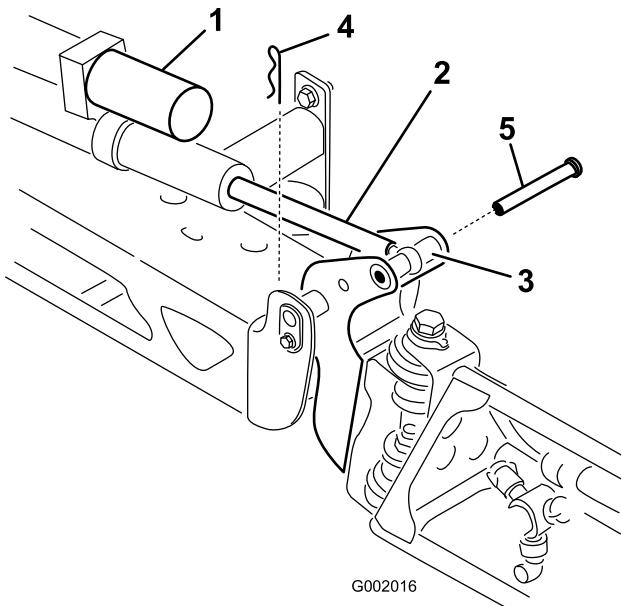

図 34
2. ピボット・ピンからコッター・ピンを抜き取る(図 34)。
ながら、ブームのピボットとアクチュエータ・ロッドにピンを通す(図 34)。